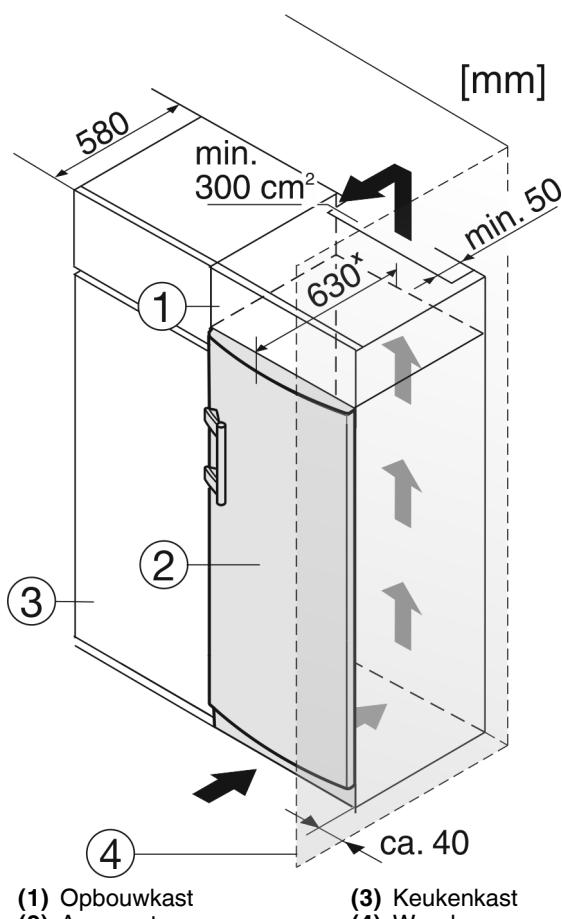

Fig. 11
Het apparaat Fig. 11 (2) kan worden ingebouwd in de keuken. Om het apparaat aan de hoogte van het keukenblok aan te passen, kunt u er een passende opbouwkast Fig. 11 (1) op plaatsen.
Bij een ombouw met keukenkasten (diepte max. 580 mm) kan het apparaat direct naast de keukenkast Fig. 11 (3) worden geplaatst. Het apparaat steekt aan de zijkant 34 mm en in het midden 50 mm uit ten opzichte van het keukenkastfront.
Plaats u het apparaat met de scharnirkant naast een muur Fig. 11 (4), dan moet de afstand tussen apparaat en muur minstens 40 mm bedragen. Dit in verband met het uitsteken van de deurgreep bij een geopende deur.